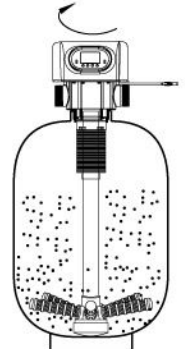

图7
7、边轻轻按压控制阀边将其旋入树脂罐罐口中，直至旋紧(防止中心管O形圈脱落)。（图7）